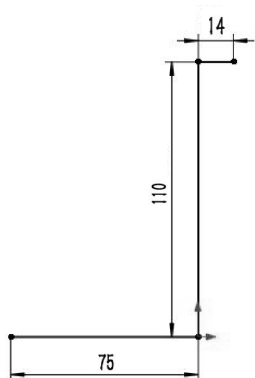

图 6-23 绘制草图
- 02 选择前视基准面作为草图平面，绘制如图 6-23 所示的草图。